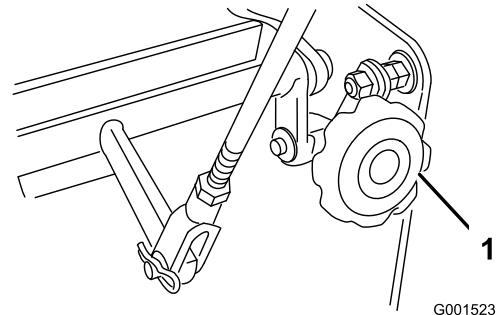

Bild 38
4. Wenn das Gerät nach einer Seite zieht, drehen Sie das Schnellspur-Handrad. Drehen Sie das Handrad nach rechts, um nach rechts zu lenken, drehen Sie das Handrad nach links, um nach links zu lenken (Bild 38).